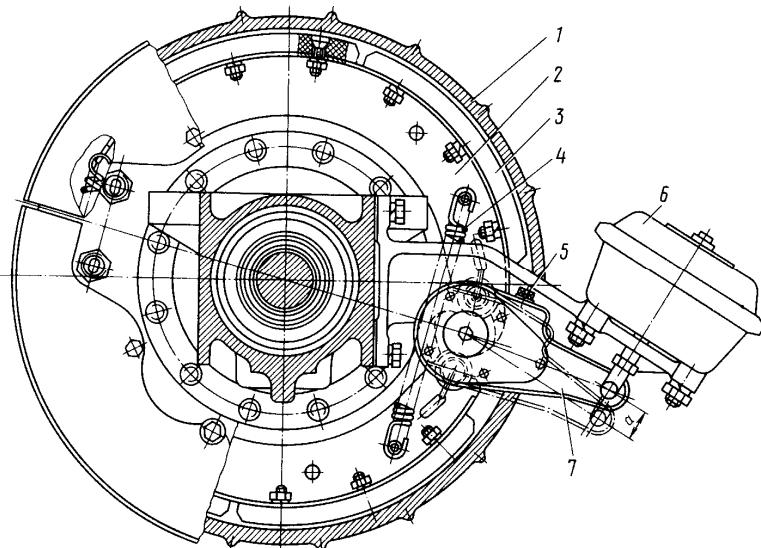

Рис. 71 Рабочий тормоз
- Выжмите педаль тормоза и проверьте ход штоков тормозных камер 6 (рис. 71). Ход штоков должен быть в пределах (30 – 45) мм, разность хода правого и левого штоков должна быть не более 7 мм.